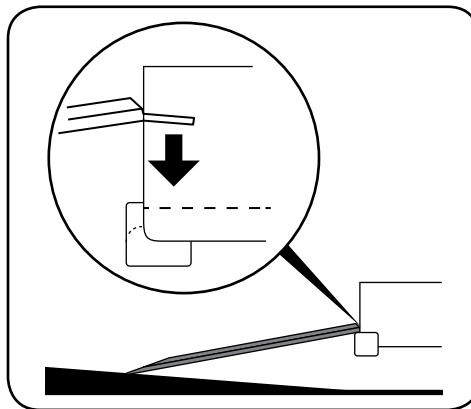

Figure 4-7
4. Placez le rebord des rampes sur l'extrémité du plancher de la camionnette ou de la remorque. Voir Figure 4-7.